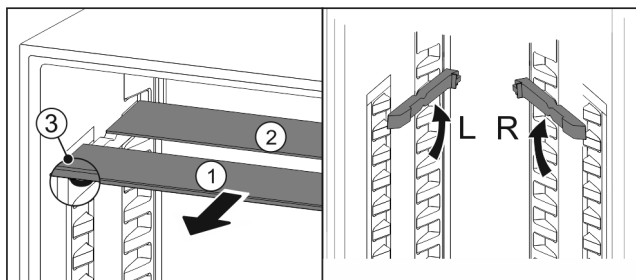

Fig. 30
- ▶ 将玻璃隔板逐个向前拉出 Fig. 30 [1]。
- ▷ 带装饰条的玻璃隔板 Fig. 30 [1]在前。
- ▷ 阻挡装置 Fig. 30 [3]指向下方。